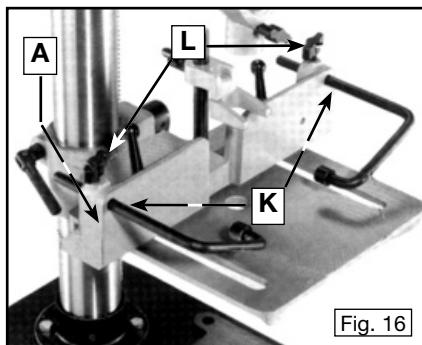

Fig. 16
3. Insérer les deux guides (K, fig. 16) dans les trous prépercés du guide longitudinal (A) et les fixer en position à l'aides des deux vis de serrage (L).